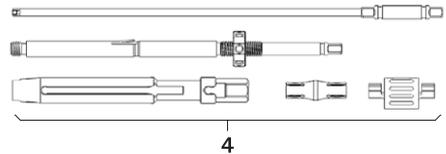

Fig. 9
- Monter le levier de réduction 4, voir Fig. 9.